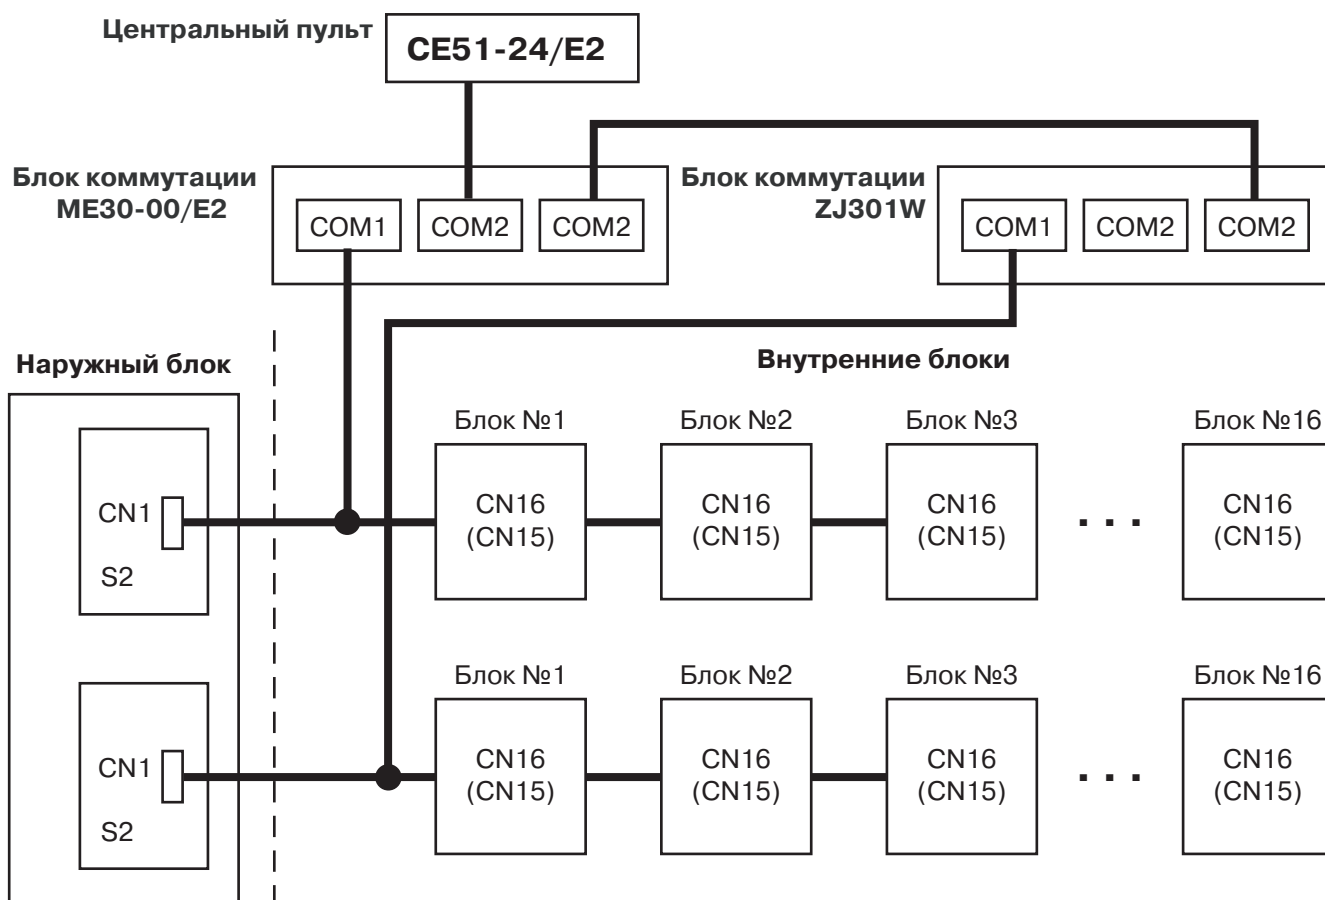

Рис. 7.11
7.4.3 Для каждого наружного блока при подключении пульта CE51-24/E2 используется один блок коммутации, или два блока, если в наружном блоке две платы управления (рис. 7.11).